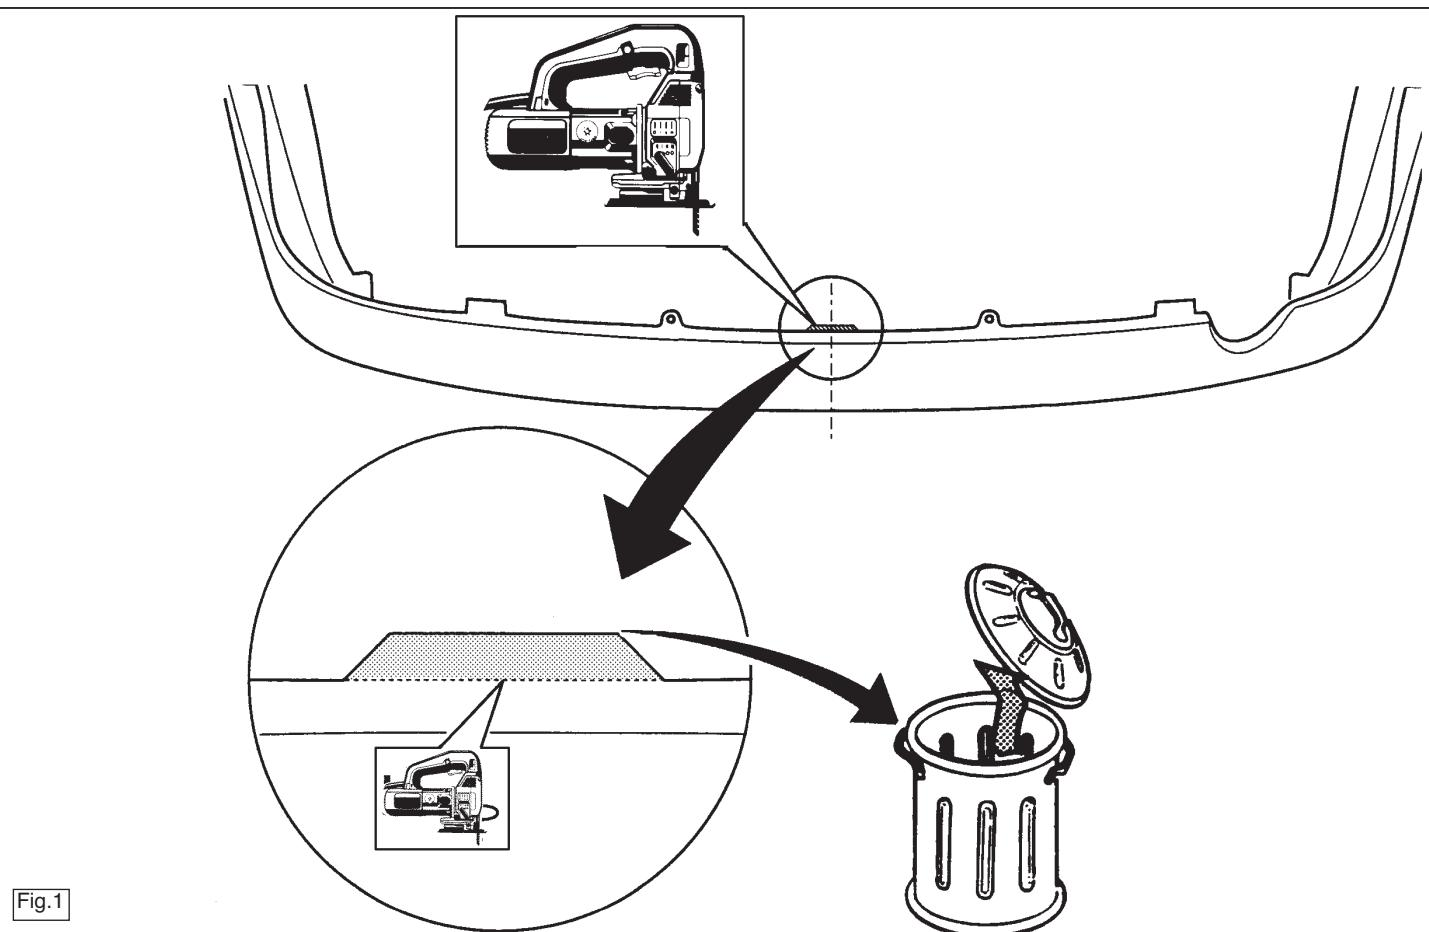

Fig.1
1. Démonter le pare-chocs. Attention ! Il faut enlever les écrous M6 situés derrière l'aile et dans le coffre. Scier la languette du dessous du pare-chocs, conformément à la fig.1.
1. Stötfångaren demonteras. Obs! Bakom stänkskyddet samt i bagageutrymmet demonteras muttrarna M6. Fliken sågas från stötfångarens undersida. Se fig.1.
1. Demonter kofangeren. Obs! Bag stænkskærmen og i bagagerummet demonteres de anbragte M6 møtrikker. Sav ifølge fig.1 hagen af på kofangerens underside.
1. Desmontar el parachoques. ¡Atención! Detrás del guardabarros y dentro del maletero hay que retirar las tuercas M6. Serrar de acuerdo con la fig.1 la lengüeta del lado inferior del parachoques.
1. Smontare il paraurti. Attenzione! Rimuovere i bulloni dietro il parafango e all'interno del bagagliaio. Segare via la linguetta dalla parte inferiore del paraurti, come indicato in fig.1.